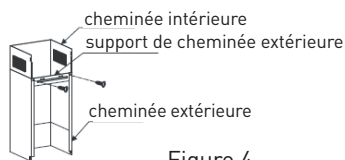

Figure 4
5. Installez le support de cheminée extérieure sur la cheminée extérieure à l'aide de 2 vis ST4*8 mm, en vous assurant que la cheminée intérieure reste flexible. Voir figure 4.